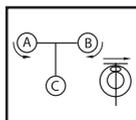

Fig.6
- Nivele la burbuja (7) girando las perillas niveladoras (12) (Fig. 6).